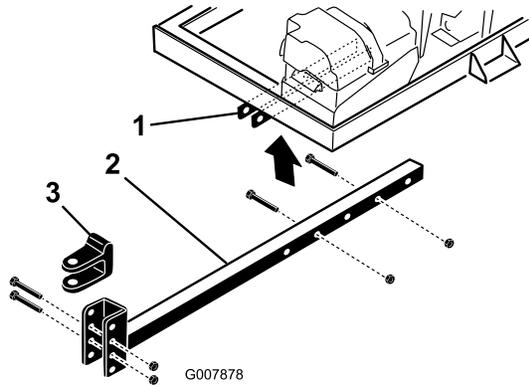

Figura 7
2. Introduzca la barra del enganche en los soportes del bastidor (Figura 7). Sujete la barra al bastidor con
- Retire los pernos y las contratuercas que sujetan la horquilla de enganche (Figura 7) a la barra de enganche.
- Retire los pernos y tuercas que sujetan la barra de enganche a los soportes del bastidor (Figura 7).